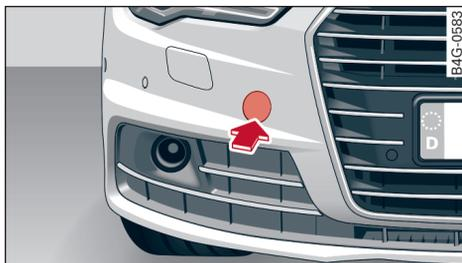

图 295 前保险杠：封罩
- ▶ 短促有力地向内按封盖 ⇨ 图 295。封盖从保险杠上自行脱开。